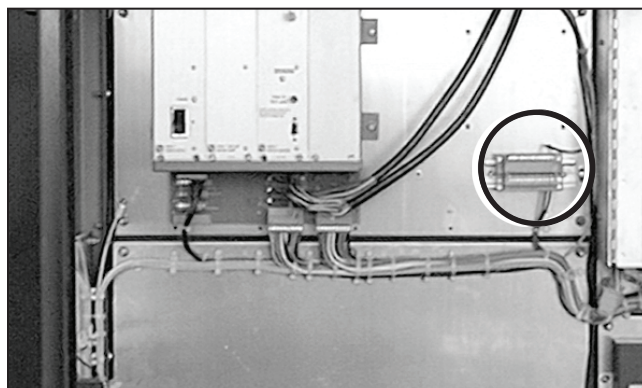

Figura 65. Conecte los cables de tierra en la caja de contactos.
- (f) Hasta tres pares de cables de tierra, VS-G1 y VS-G2, están incluidos. Vea su diagrama de cableado para los detalles. Desconecte los cables de tierra de los hilos de la conexión a tierra temporal y páselos hacia el gabinete de baja tensión. Conecte los cables de tierra al bloque de la terminal especificado en los planos proporcionados y apriete los tornillos de fijación por completo. Figura 65.